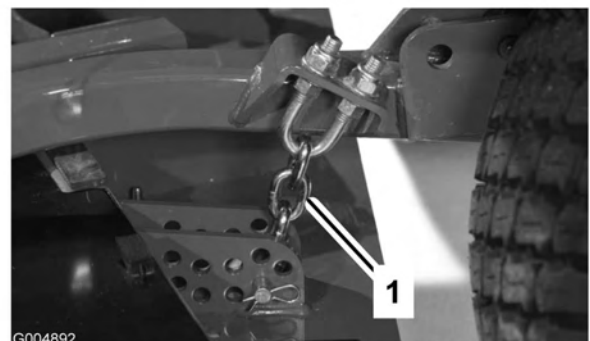

Bild 80
3. Entfernen Sie den Splint und den Lastösenbolzen, mit denen die Schnitthöhenkette an der Rückseite des Mähwerks befestigt ist (Bild 80).